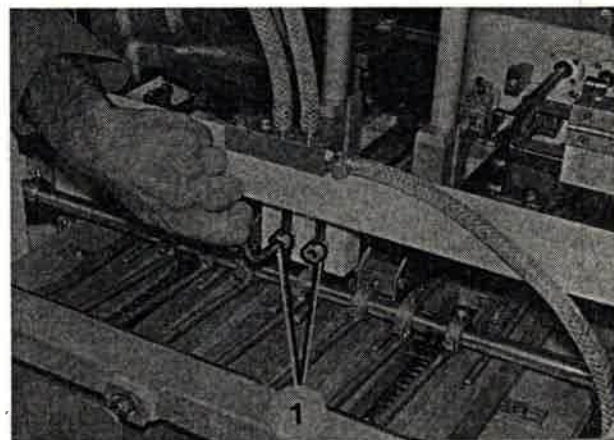

Bild 260
2. Befestigungsschrauben (Bild 260/1) des Messerhalters herauschrauben, Messerhalter abnehmen.